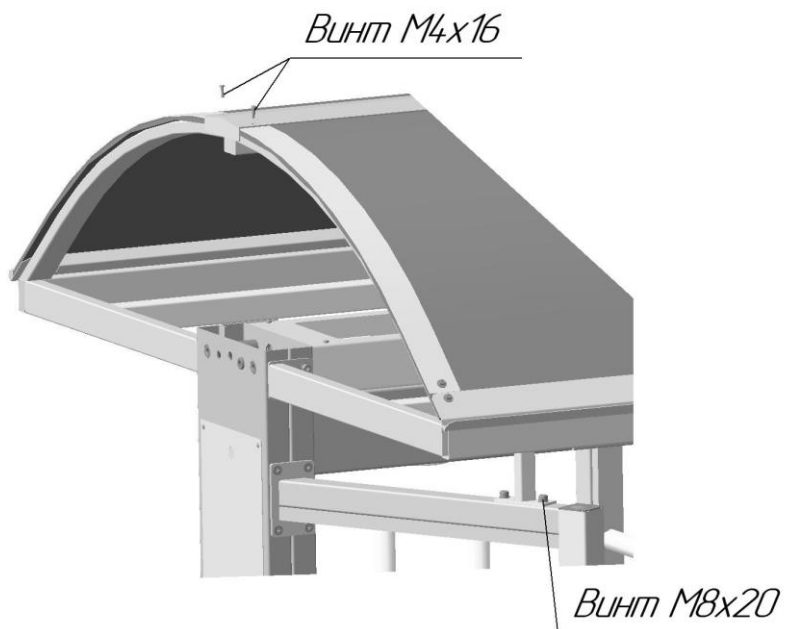

Рис. 5 Крепление крыши к ограждению турникета
6.5. Выровняйте нижние поворотные планки опорных стоек по площадкам боковых ограждений турникета и закрепите винтами М8х20 с плоскими шайбами (рис. 5).
6.6. На стык между полукаркасами крыши установите стыковочную планку 4. Через отверстия в планке произведите разметку и сверление четырех крепежных отв. М4. Произведите крепление планки к ребрам полукаркасов крыши винтами М4х16 (рис. 5).